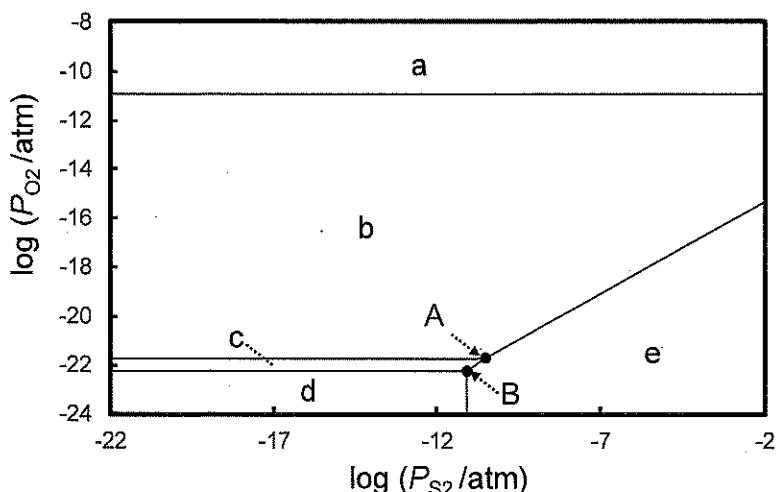

図 1
問(2) 953 K における硫化鉄の酸化ばい焼に関する諸反応の化学平衡を計算し、Fe-O-S 系ポテンシャル図を作成したところ、図 1 を得た。以下の(A)～(C)に答えなさい。
(B) 図 1において、各物質間の平衡を示すそれぞれの直線の交点 A, B における  $\log P_{\text{S}_2}$  および  $\log P_{\text{O}_2}$  の値を答えなさい。ただし、計算過程を示すこと。